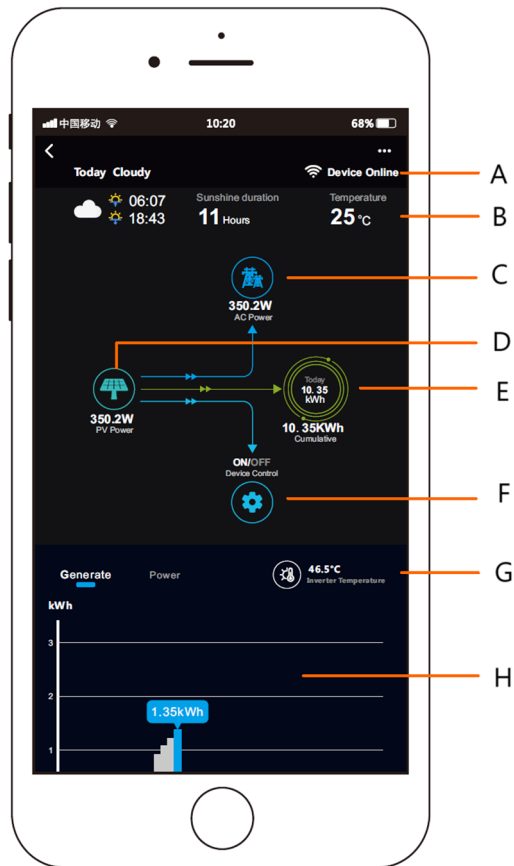

**Figuur 3 Figuur 4**
- 3) Wanneer Figuur 3 verschijnt, voert u het Wi-Fi-wachtwoord in van de mobiele telefoon waarmee u op dat moment bent verbonden en klikt u op Volgende.